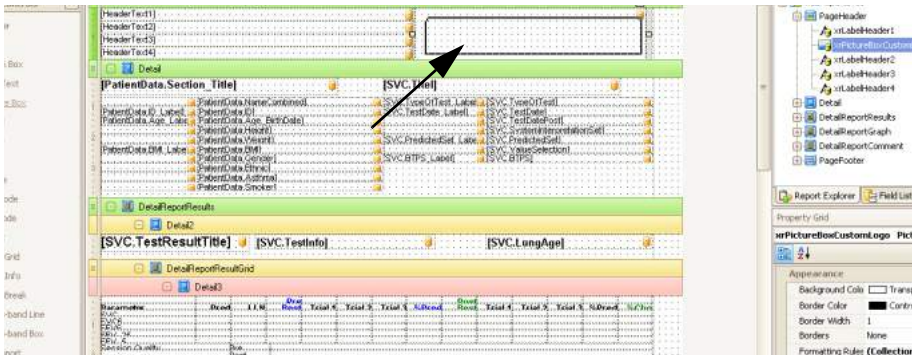

Abb. 10-5: Positionieren des Bilderrahmens
- Fügen Sie den Bilderrahmen an der gewünschten Position ein (Abb. 10-5:).